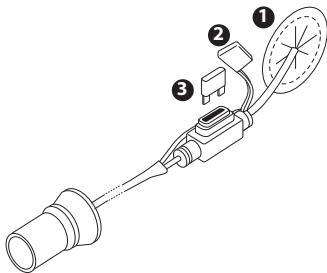

Figura 2: Cambio del fusible de la batería
2. Extraiga el portafusibles. Vea la figura 2.